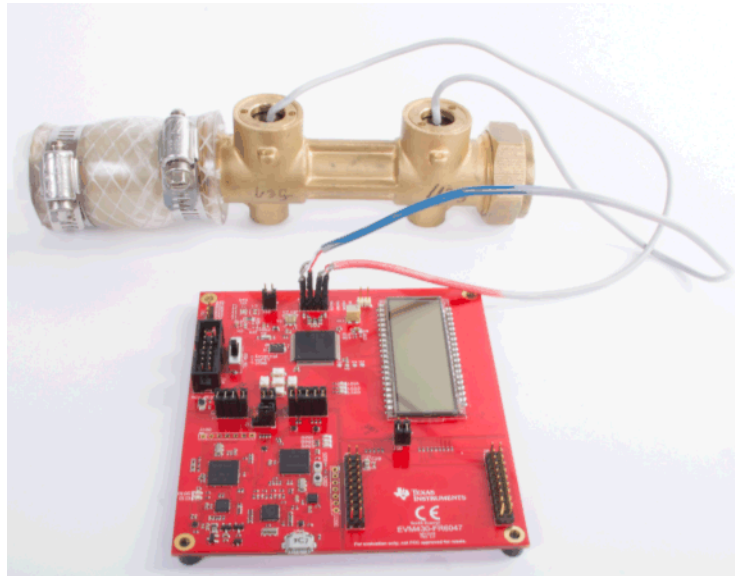

图 1. 水表管段与EVM430-FR6047连接
1. 将EVM430-FR6047评估版与水表管段相连（见图1）。